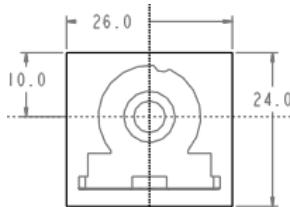

图 14.5 截面草图
(1) 选择命令。单击 模具 功能选项卡 形状 ▾ 区域中的 按钮。
(2) 创建实体拉伸特征。
① 选取拉伸类型。在出现的操控板中，确认“实体”类型按钮 被按下。
② 定义草绘截面放置属性。在绘图区中右击，从系统弹出的快捷菜单中选择 定义内部草绘... 命令。选择 MAIN_PARTING_PLN 基准平面作为草绘平面，草绘平面的参考平面为 MOLD_RIGHT 基准平面，方位为 下，单击 草绘 按钮，系统至此进入截面草绘环境。
③ 绘制截面草图。进入截面草绘环境后，选取 MOLD_FRONT 基准平面和 MOLD_RIGHT 基准平面为草绘参考，截面草图如图14.5所示；完成特征截面的绘制后，单击“草绘”操控板中的“确定”按钮 。
④ 选取深度类型并输入深度值。在操控板中单击 选项 按钮，从系统弹出的界面中选取 侧 1 的深度类型 ，再在深度文本框中输入深度值 5.0，并按 Enter 键；然后选取 侧 2 的深度类型 ，再在深度文本框中输入深度值 15.0，并按 Enter 键。